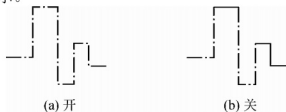

图 3-20 线型生成示例
(8)【线型生成(L)】:该选项对非连续线型(如点划线)起作用,当选择“开(ON)”状态时,系统将多段线作为整体应用线型,当选择“关(OFF)”状态时,系统对多段线的每一段分别应用线型,如图 3-20 所示。